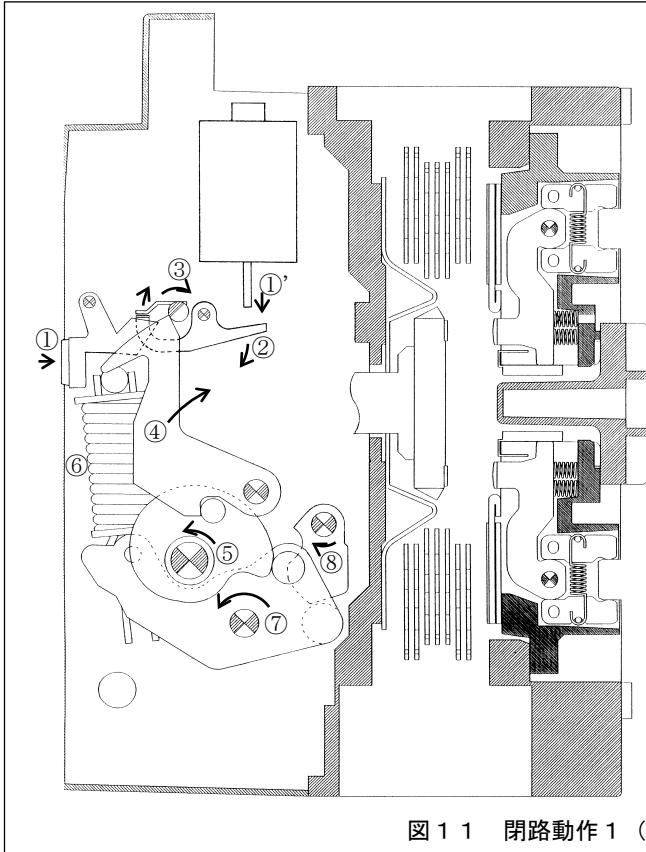

図 1 1 閉路動作 1 (ディスチャージ動作)
遮断器がチャージ、開閉動作する際の、遮断器内部の操作機構部の動作を図1 1～1 4に示します。
手動閉操作の場合、ONボタン①が反時計方向に回転します。電気的閉操作の場合、投入コイル(LRC)突き棒①'が下方方向に突出し、チャージラッチトリガ②が時計方向に回転します。これらの動作により、投入トリガシャフト③が時計方向に回転し、半月の爪部での係合が外れ、投入レリーズレバー④が時計方向に回転します。そして、チャージカム⑤が反時計方向に回転する事により投入スプリング⑥が掛かっているチャージレバー⑦がフリーとなり反時計方向に回転します。投入カム⑧はチャージレバー⑦に押し上げられ時計方向に回転します。この時点で各部品は図1 3に示す位置に移動しています。投入カム⑧以降の各部品の動作は図1 2に示します。